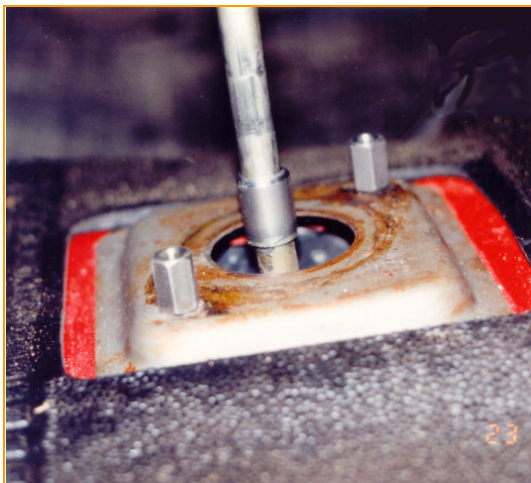

Fig.3
- Tighten the two long M6 nuts with the size 13 key on to the studs. See Fig.3
- Now push the small tube again (chamfered side uppermost!) over the gear lever. See Fig.3
- Schrauben Sie jetzt die M6 Distanzmuttern mit einem 10mm Schlüssel auf die Stehbolzen des Fahrzeugs fest und schieben die Distanzbuchse erneut mit der angefasten Seite nach oben über den Schalthebel. Siehe Fig.3.